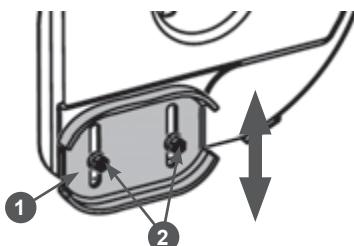

Рис. 34 Регулировка высоты забора снега
- Открутите гайки 2 крепления полозка 1 на 1-2 оборота и установите полозок на необходимую высоту (Рис. 34). Снова затяните гайки.